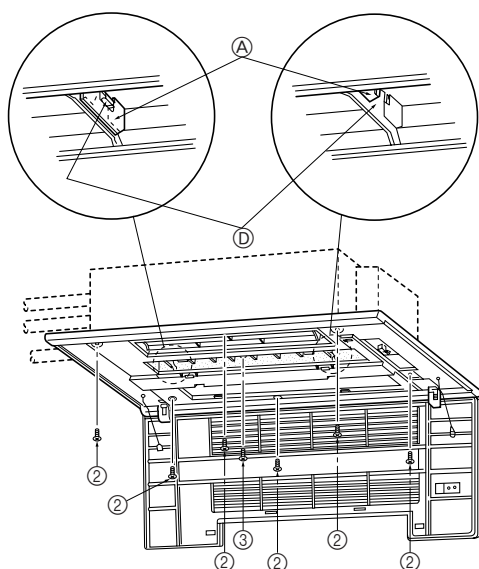
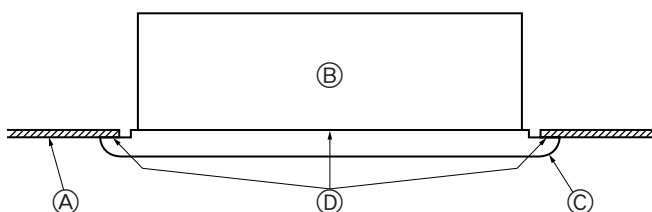

Fig. 5-5
Fig. 5-6
- Отрегулируйте положение передней панели таким образом, чтобы она надлежащим образом вписывалась в угол между потолком и стеной, и установите крепежные болты ② (поставляются с прибором) в четырех местах слева и справа, оставив их слегка незатянутыми. (Fig. 5-5)
- Далее затяните крепежные болты ② и крепежные винты ③ в трех местах в центре.
- И наконец затяните крепежные болты ② в четырех местах слева и справа.
- На этом этапе убедитесь в отсутствии щелей между внутренним прибором и передней панелью, а также между передней панелью и поверхностью потолка. Наличие щелей может привести к попаданию ветра, что, в свою очередь, может вызвать капание воды. (Fig. 5-6)
- * Плотно затяните крепежные болты ② и крепежные винты ③.